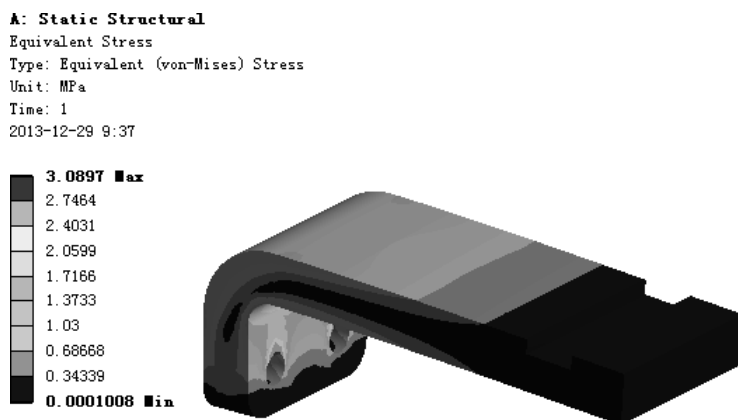

图 7.2.14 应力结果图解
(3) 查看应力结果图解。单击  按钮，系统开始进行计算。在“Outline”窗口中选中  **Equivalent Stress**，查看图 7.2.14 所示的应力结果图解，其最小应力为 0.0001008 MPa，其最大应力为 3.0897 MPa。